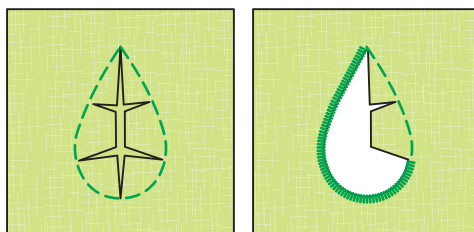

Рис. 60. Прорезная гладь
Вышивка гладью часто дополняется **прорезной гладью** (рис. 60). Для неё характерны прорезанные или проколотые в ткани дырочки разной формы, обшитые гладьевым валиком или петельным швом.
2. Внутри детали маленькими ножницами сделать разрез крест-накрест (рис. 60, а).
3. Подогнуть иглой края разреза вовнутрь и обшить гладьевым валиком (рис. 60, б). При этом стежки следует располагать очень плотно, чтобы обрезанные края не осыпались.